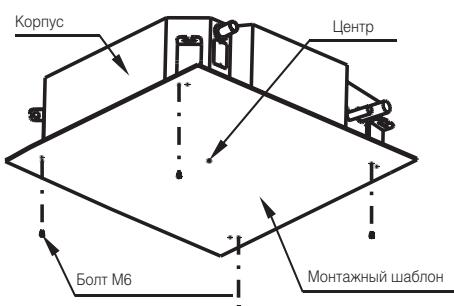

Рис. 5-7
2. После монтажа корпуса блока закрепите на нем монтажный шаблон с помощью болтов M6x12, чтобы определить размеры и расположение ниши в подвесном потолке (рис. 5-7).